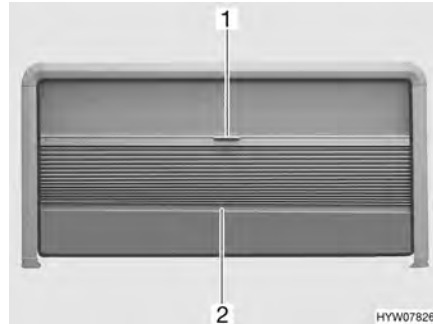

Fig. 69 Ventana abatible
- Coger el estor plegable por el centro de la tablilla final (Fig. 69,2) y tirar con cuidado hacia abajo.
- Sujetar la tablilla final (Fig. 69,2) del estor plegable por el centro y empujar el estor plegable cuidadosamente hacia arriba.
- Tirar cuidadosamente hacia abajo la protección contra insectos (Fig. 69,1) mediante el tirador.
- Regresar la protección contra insectos lentamente totalmente hacia arriba por la tablilla final del estor plegable (Fig. 69,2).